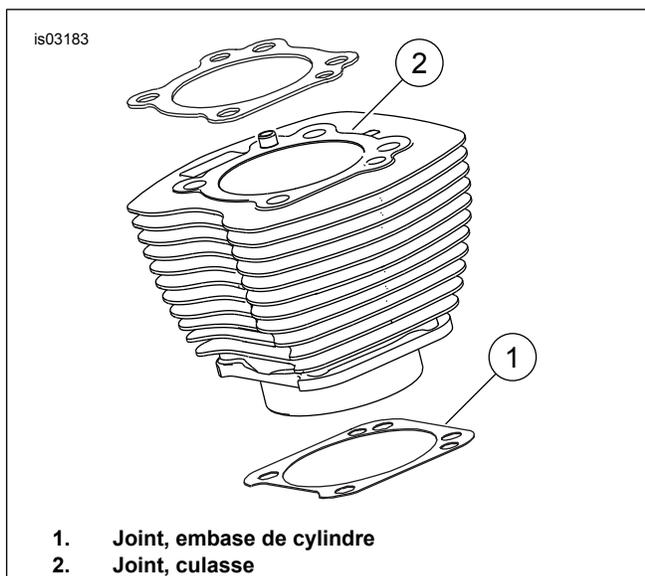

Figure 1. Joints de cylindre
- Voir Figure 1 . Le joint de la base du cylindre (1) 103,1 mm (4 in) et le joint de la culasse (2) éliminent le besoin de joints toriques. Ne pas utiliser de joints toriques sur les goujons de cylindre ou les emboîtements de cylindre.
- Lors de la pose d'un nouveau joint de base (1), l'installer avec le côté gaufré vers le bas et le côté concave vers le haut.